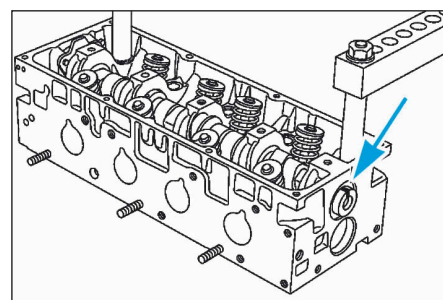

FIG.52
- Tourner l'arbre à cames afin de placer sa rainure vers le haut (Fig.52).